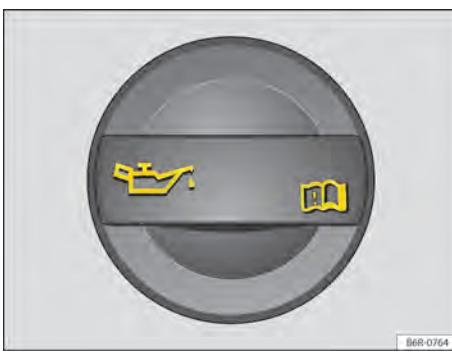

Fig. 151 No compartimento do motor: tampa da abertura para enchimento de óleo do motor.
4. Identificar a abertura para enchimento de óleo do motor e a vareta de medição do óleo. A abertura para enchimento do óleo do motor é identificada pelo símbolo  na tampa → Fig. 151 e pela vareta de medição do óleo com a alça colorida. Se não estiver claro onde a tampa e a vareta de medição do óleo se encontram, procurar uma Concessionária Volkswagen ou uma empresa especializada.
9. Desrosquear a tampa do bocal de enchimento de óleo do motor → Fig. 151.